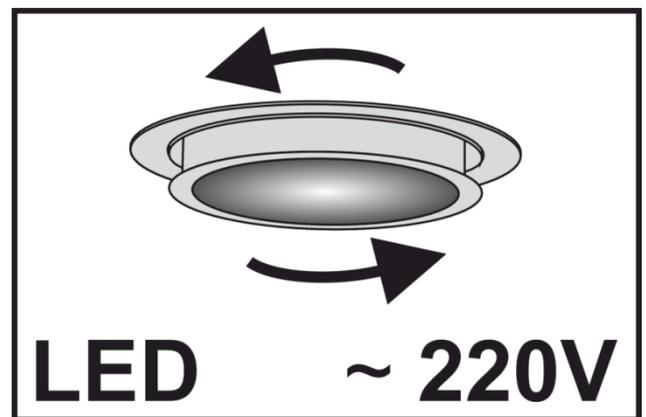

Fig.8
- (1) - Placez le filtre à charbon sur le support aussi loin que possible des deux côtés.
- (2) - Tournez le filtre à charbon dans n'importe quelle direction à un angle de 90 degrés, assurant la fixation.
7.10 Sur la hotte sont établient les **LED** de la surbrillance de la zone ouvrière du fourneau. Avant le remplacement des lampes de l'éclairage il est nécessaire de débrancher la hotte du réseau électrique, donner la possibilité de se refroidir aux lampes. Pour le remplacement de la lampe il est nécessaire de déposer les filtres d'aluminium, presser la teneur de la douille de manière à la lampe est sortie du corps de la hotte et la tourner dans le sens horaires (**fig. 8**). Au lieu d'elle il est nécessaire d'établir la nouvelle avec les mêmes caractéristiques et établir les filtres.